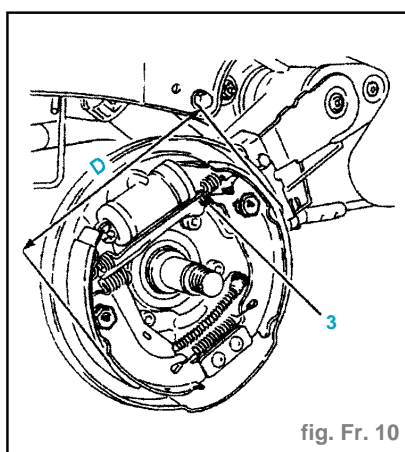

fig. Fr. 10
- Agir sur la molette (3) pour obtenir un diamètre $D = 177 \text{ mm}$ (fig. Fr. 10).